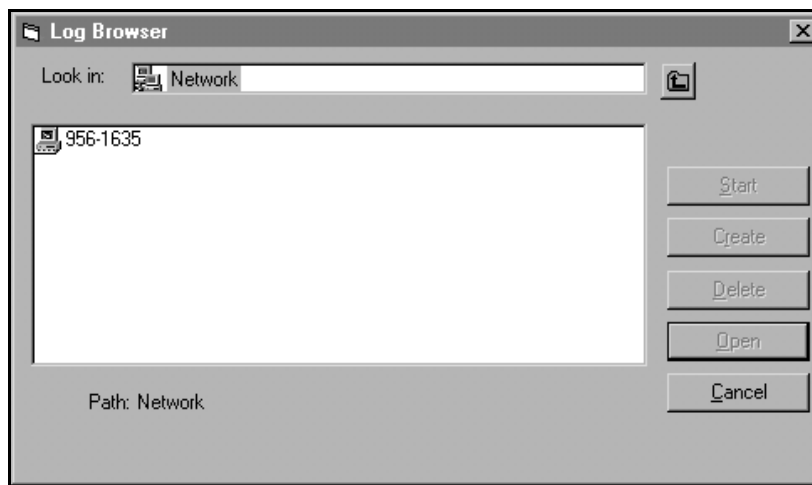

Рис. 14: Выбор компьютера
- Или нажмите кнопку *Log Browser* (Браузер журнала). Отобразится следующее диалоговое окно, изображенное на *Рис. 14* внизу.